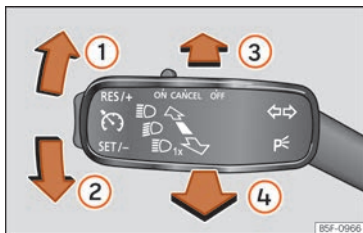

Fig. 116 Palanca de intermitentes y de luz de carretera.
- Desde la posición base, pulse hacia delante la palanca de los intermitentes y luz de carretera » » **fig. 116 ③**. Cuando se muestre el testigo  en la pantalla del cuadro de instrumentos, el asistente de la luz de carretera estará conectado.
- **O BIEN:** con la luz de carretera conectada, tire hacia atrás de la palanca de los intermitentes y luz de carretera » » **fig. 116 ④**.